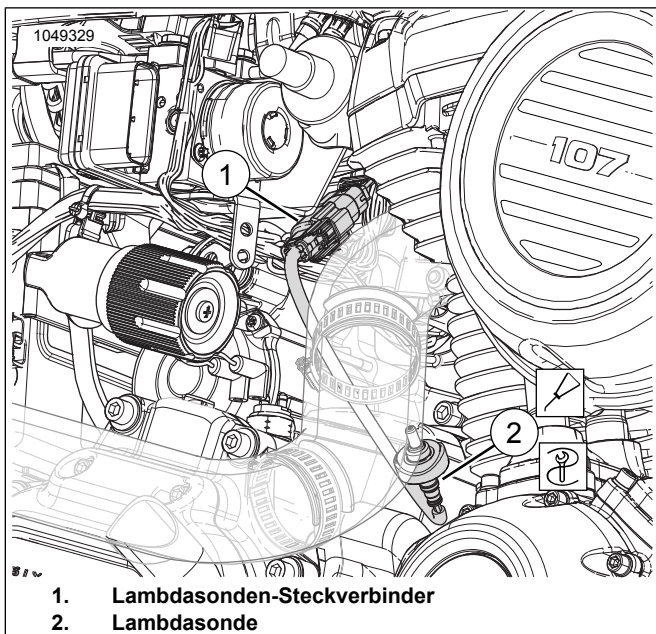

Abbildung 20. Hintere Lambdasonde
Siehe Abbildung 20. Den Steckverbinder der hinteren Lambdasonde (1) vom Hauptkabelbaum abziehen.